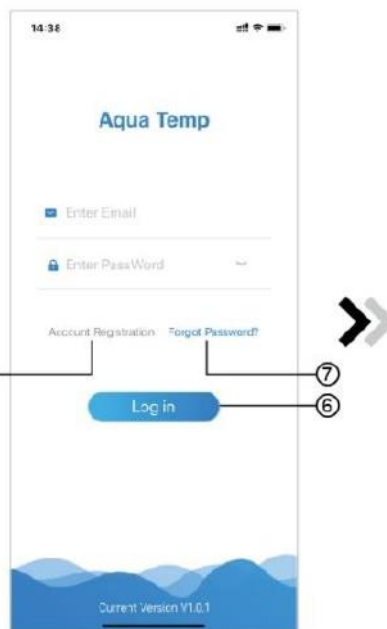
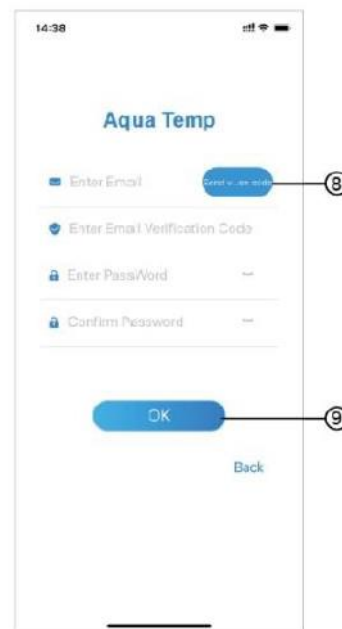

Fig.1 Interface de connexion
Fig.3 Interface de mot de passe oublié
A. Enregistrement du compte utilisateur: Pour enregistrer un compte utilisateur cliquez sur ① (fig1) pour entrer sur l'interface de création de compte, remplissez les champs demandés puis cliquez sur ② pour recevoir un code de vérification (ATTENTION: le code de vérification généré est valide pendant 15 minutes uniquement ; passé ce délai vous devrez en générer un nouveau). Une fois le code entré dans l'application, cliquez sur ③ pour lire le détail de la politique de confidentialité, cliquez ensuite sur ④ pour accepter les conditions et cliquez sur ⑤ pour finaliser votre inscription.
B. Se connecter: Suivez les instructions de la page (fig1), entrez votre adresse email et mot de passe puis cliquez sur ⑥ afin d'entrer sur la liste des appareils.
C. Mot de passe oublié: si vous avez oublié votre mot de passe cliquez sur ⑦ (fig1) pour entrer sur l'interface mot de passe oublié (fig.3). Suivez les instructions et appuyez sur ⑧ pour recevoir un code de vérification par email, entrez le code de vérification reçu puis cliquez sur ⑨.
(2) Ajouter un appareil